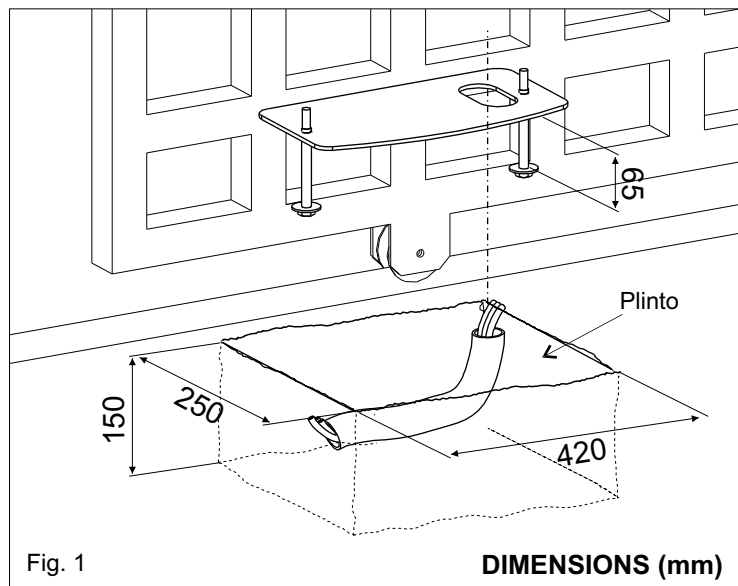

Fig. 1
**2.1.** Prévoir, en se basant sur les mesures reportées dans Fig. 1, une petite place de béton ou y sera murée la plaque de fondation et les boulons d'ancrage.